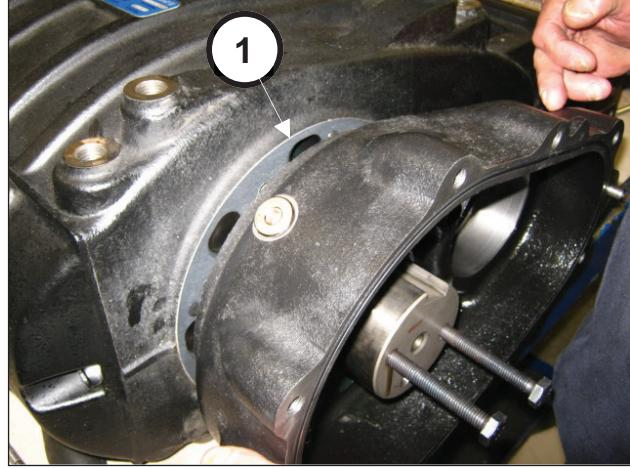

Fig. 24
Aperte os 3 parafusos M8 gradualmente (pos. ①, Fig. 24) para evitar que a caixa se incline demasiadamente e fique bloqueada no seu lugar.